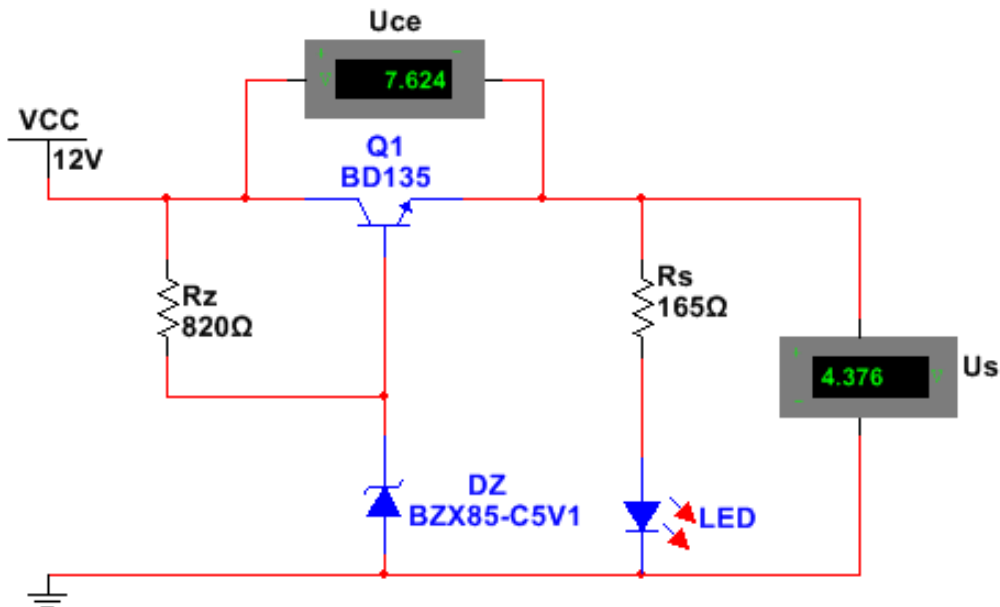

Figura 3.8 Stabilizator de tensiune serie
1. Realizează cu simulatorul schema electronică din **figura 3.8**;
3. Realizează pe placa de probă montajul schemei din **figura 3.8**;